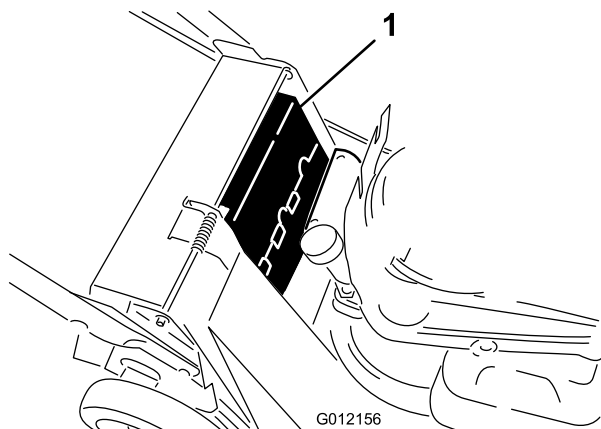

Figura 29
6. Togliete il paracinghia superiore (Figura 29).